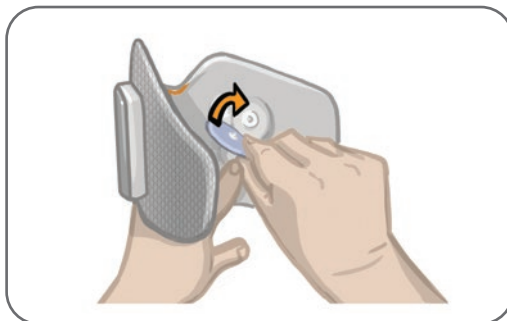

Abbildung 6-6: Befestigen der runden Gewebeelektroden
5. Befestigen Sie die runden Gewebeelektroden an den Elektrodenbasen. Siehe Abbildung 6-6. Wenn Sie die Unterschenkelmanschette in Standardgröße verwenden, prüfen Sie, ob die Manschetten-Abdeckkappen eingerastet sind.